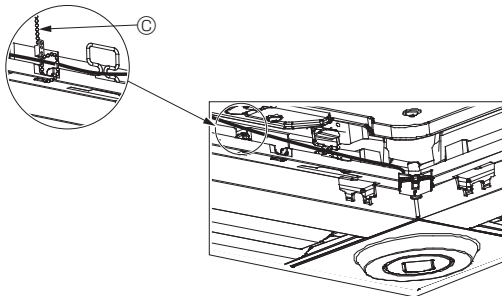

Fig. 10-12
- Učvrstite žice senzora i-See i signalnog prijemnika na ploču učvršćivačem kako je prikazano na dijagramu na način da su žice napete, a zatim odrežite višak učvršćivača. (Fig. 10-12)
- \* Ako se položaj senzora i-See promijenio iz položaja „o” (E) u položaj „□” (F), promijenite postavke funkcije. (Pogledajte 13. stranicu)